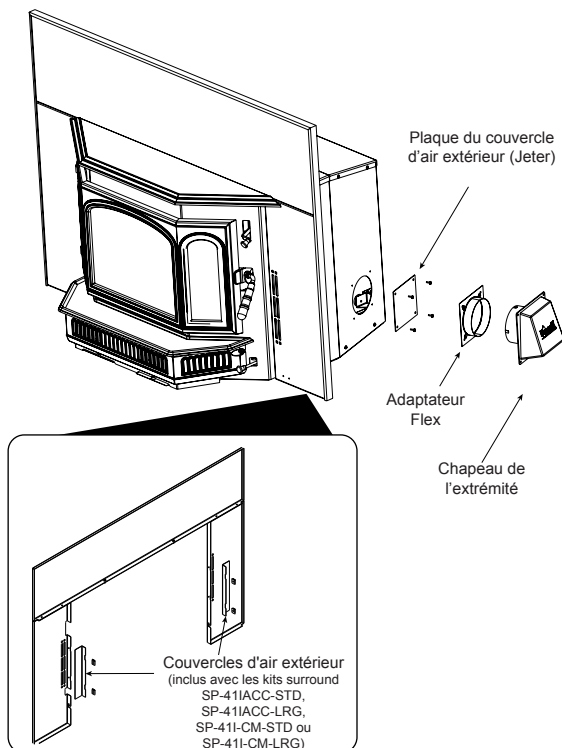

Figure 18.1
1. Retirer la plaque de couverture d'air extérieure de la boîte extérieure de l'appareil et la jeter (**Figures 18.1**).
8. Reportez-vous aux instructions fournies avec votre kit de ventilateur pour fixer le couvercle d'air extérieur rectangulaire (**Figure 18.1**).